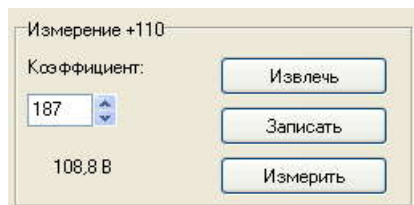

Рисунок 39 – Панель "Измерение +110"
- Проверить правильность измерения напряжения +110В. Значение напряжения отображается в нижней части панели **Измерение +110В** (Рисунок 39). Значение напряжения должно быть в пределах 108-112В. Если измеренное значение выходит за указанные пределы, то следует провести тарировку. Тарировка